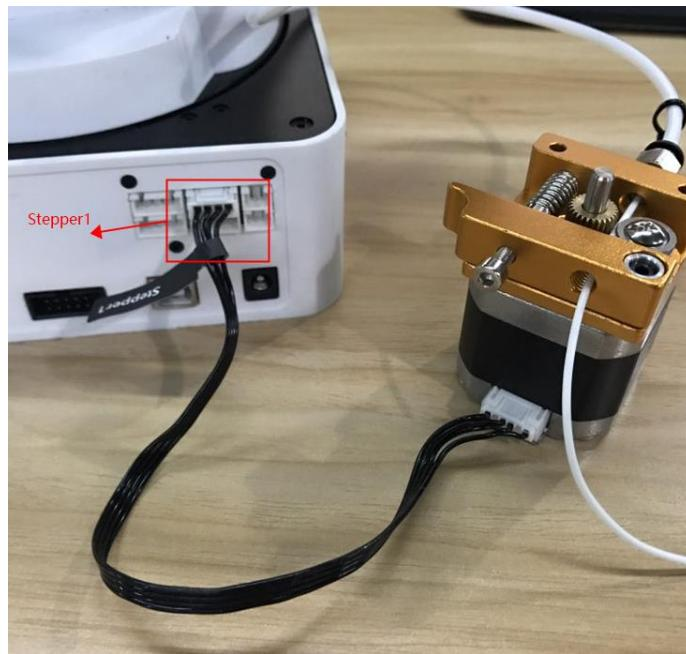

图 5.118 挤出机接线示意图
**步骤 6** 将挤出机电机线插入机械臂底座背面外设接口“Stepper1”，如图 5.118所示。